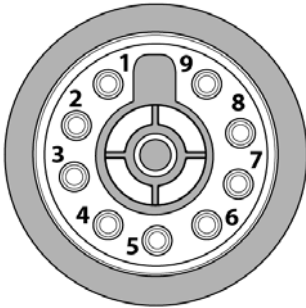

Рис. 8.2. Панельный разъём
3. Подключите кабельный разъём плазмотрона к разъёму аппарата на передней панели (См. рис. 8.2). убедитесь в плотной фиксации соединения.